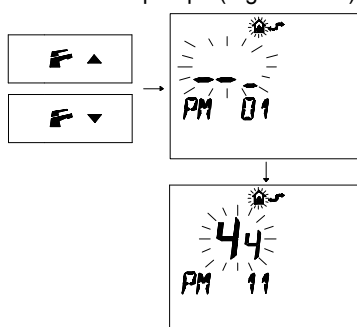

Figura 5.57
- Premere i pulsanti $\text{F} \downarrow$ o $\text{F} \uparrow$ per visualizzare la programmazione "PM11" della postcircolazione pompa (Figura 5.57).